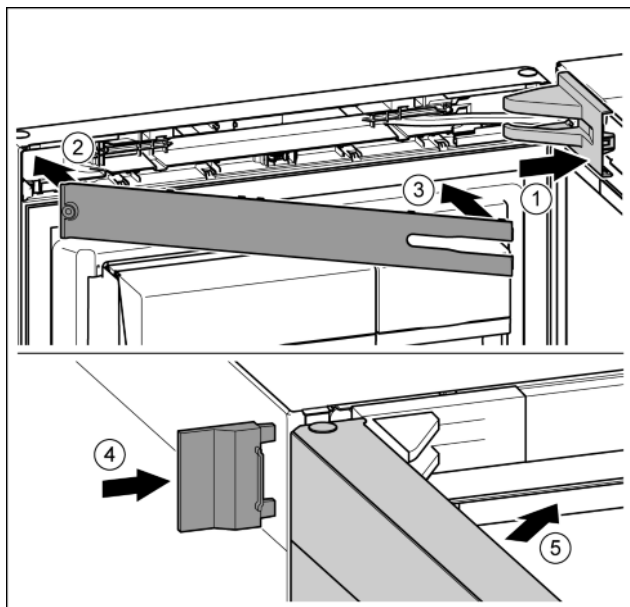

Fig. 22
- Założyć osłonę płytki zawiasu i zazębnić, ew. ostrożnie odsunąć. *Fig. 22 (1)*
- Założyć zaślepkę. *Fig. 22 (2)*
- Przechylić i zazębnić zaślepkę. *Fig. 22 (3)*
- Wsunąć zewnętrzną osłonę. *Fig. 22 (4)*
- Zamknąć górne drzwi. *Fig. 22 (5)*